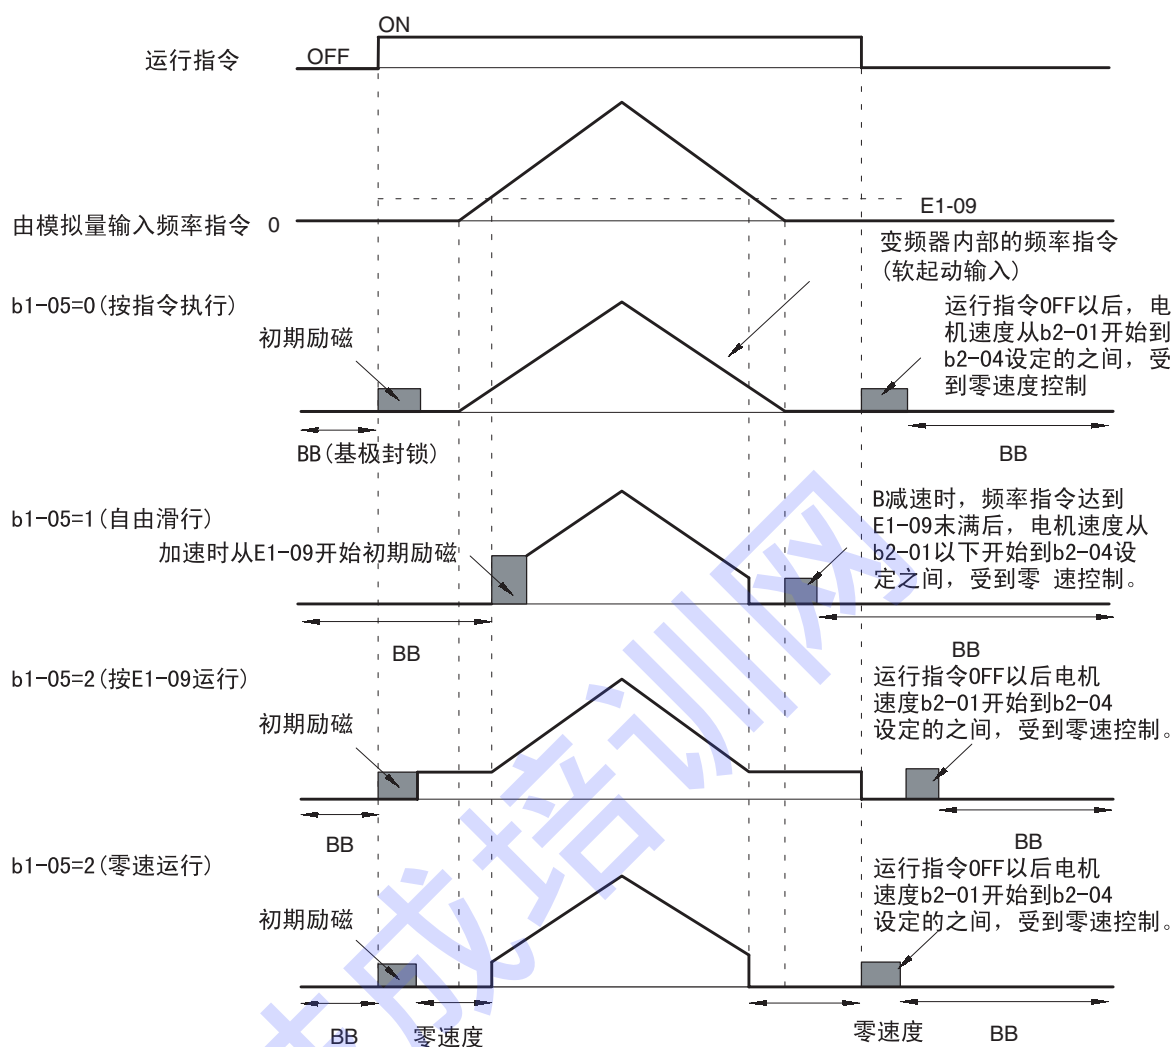

图 6.13 初期励磁功能及零速控制功能的设定
- 初期励磁功能及零速控制功能，根据 b1-05 [最低输出频率 (E1-09) 未满足的动作选择] 的设定，按图 6.13 的时序进行动作。